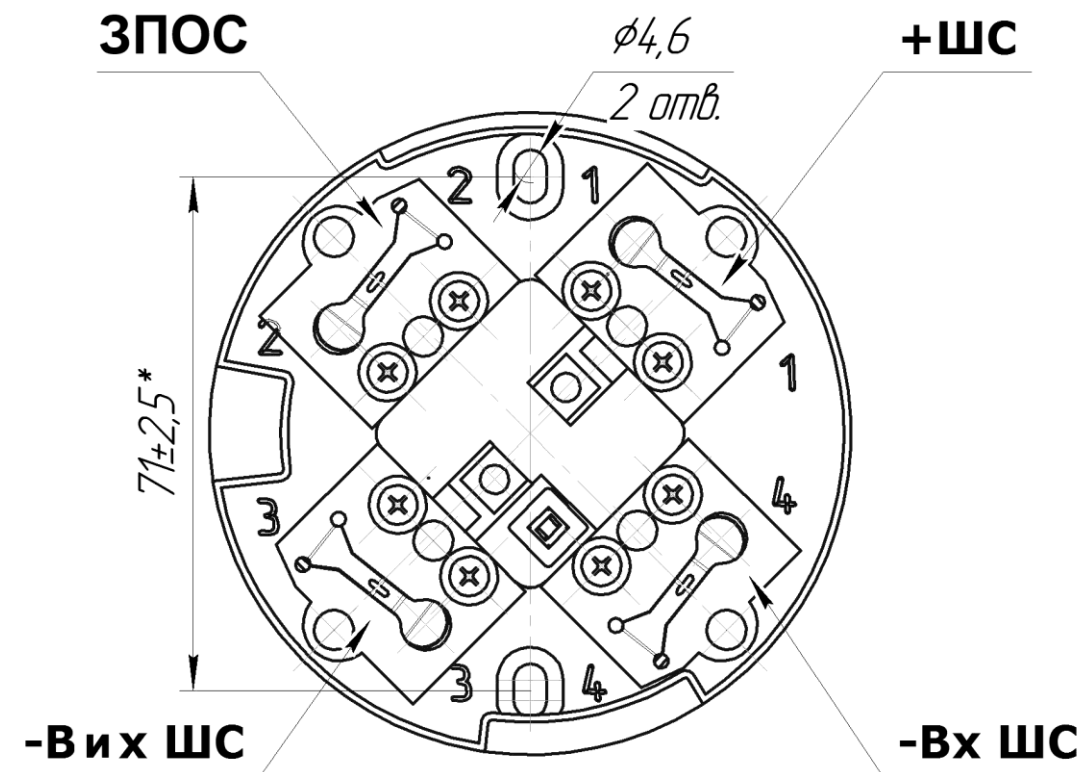

Рис. 3. Розетка сповіщувача.
- розмітити місця встановлення дюбелів згідно рис. 3;